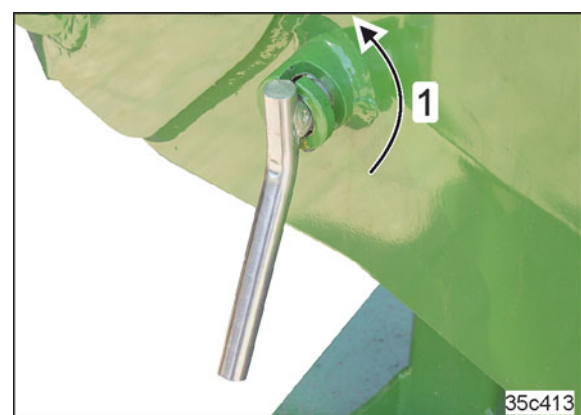

Bild 134
- 5.1 Vrid den säkrade bulten (Bild 134/1) 180° tills spännhylsan (se Bild 136/1) blir fri.
8. Säkra bulten (se Bild 134) genom att vrida den